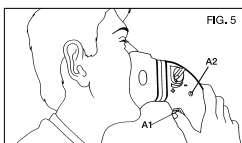

FIG. 5
5. Sentarse cómodamente manteniendo en posición vertical el nebulizador, acercar la máscara a la cara y presionar el pulsador (A1) (fig. 5); el led (A2) del nebulizador se encenderá con luz verde fija y el fármaco nebulizado empezará a salir. El paciente inspira lentamente a fondo. Para aumentar la eficacia de la terapia, después de la inspiración retener el aire durante un instante, de forma que las gotas de medicamento inhaladas se depositen en las vías respiratorias. Al terminar la inspiración, soltando el pulsador (A1) se optimiza el consumo del medicamento. A continuación efectuar una expiración lenta.